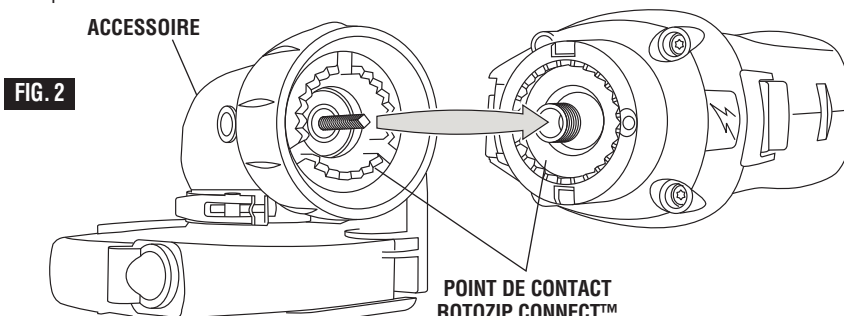

FIG. 2
- Vissez à la main l'écrou d'arbre fourni sur l'arbre de sortie, appuyez sur le blocage de l'arbre et serrez la meule à l'aide de la clé fournie (Fig. 2).